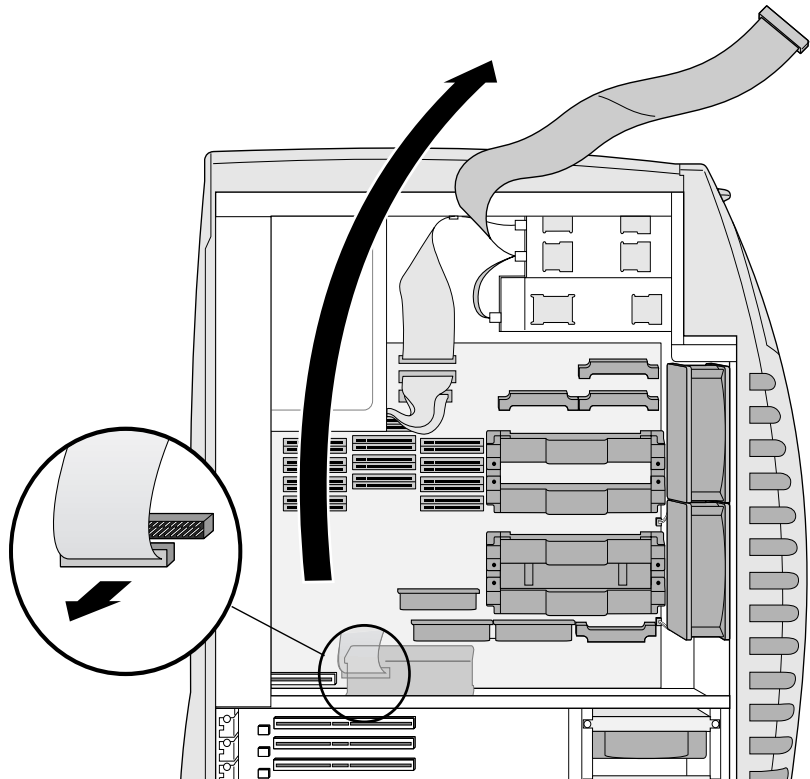

Abbildung 3-2 Entfernen des IDE-Kabels
6. Ziehen Sie das IDE-Kabel aus dem Anschluß auf der Systemplatine – wobei Sie darauf achten müssen, daß Sie das Kabel des horizontalen Lüfters nicht herausziehen – und legen Sie es über das obere Gehäuseteil der Workstation. Siehe Abbildung 3-2.